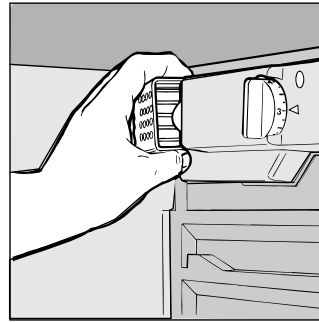

Fig. 3
- Comment changer l'ampoule à l'intérieur. La lampe pour l'éclairage intérieur est située dans la partie postérieure du boîtier du thermostat. Pour la remplacer, dévisser la lampe usagée et la remplacer par une nouvelle lampe de puissance non supérieure à 15 W en procédant comme illustré à la fig. 3.